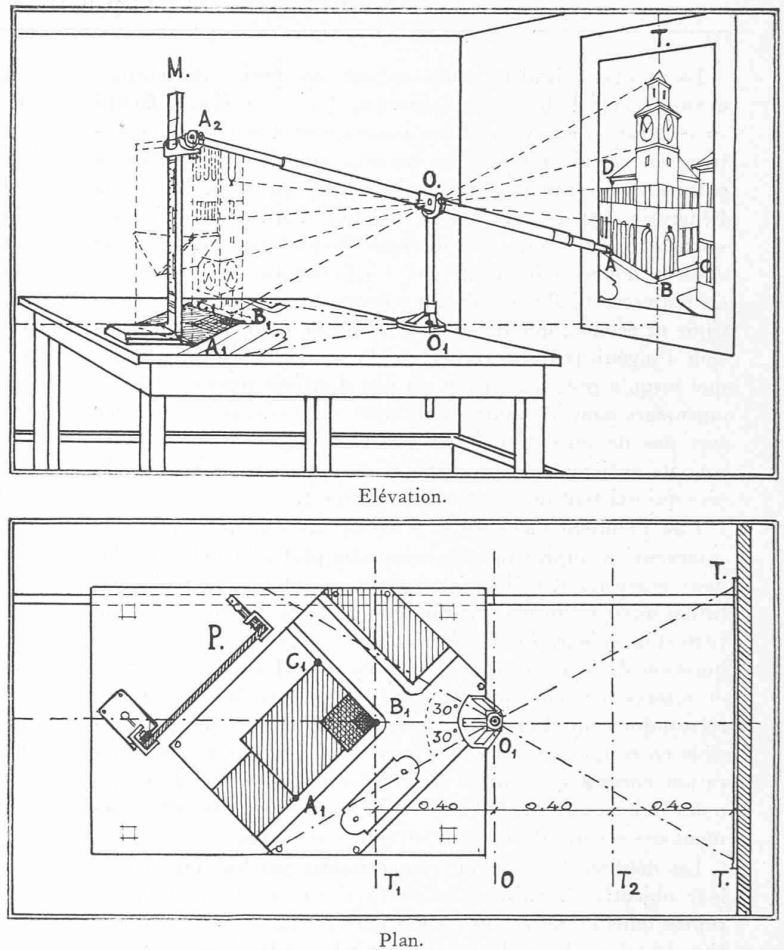
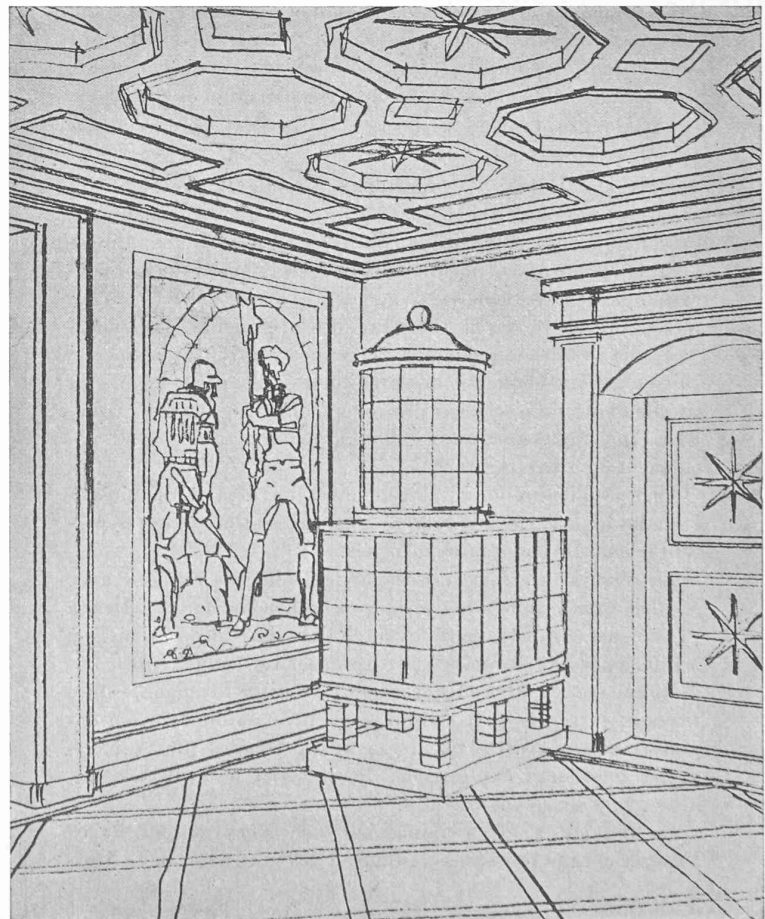

Fig. 1. — Principe du perspecteur à cardan.
Fig. 2. — Intérieur Renaissance. Tracé mécanique sans retouche, figures et décor compris.
1. Le nouveau perspecteur à cardan permet de *mettre rapidement en perspective normale*, tout objet déterminé en plan et en élévation. 2. Cet appareil n'est pas un « instrument de laboratoire ». Il a pour but de *résoudre pratiquement* les problèmes les plus divers. 3. Son emploi n'exige *aucune connaissance de perspective*, il suffit de savoir lire un plan. Le travail le plus compliqué peut donc être exécuté par un apprenti. 4. Comme en photographie, le choix du point de vue dépend uniquement du *sens esthétique et pratique* de l'opérateur (Points de fuite inutilisés). 5. L'appareil donne immédiatement l'image perspective de tout point déterminé géométriquement. Il trace aussi l'image de *toutes les droites ou courbes quelconques*, situées dans un plan horizontal ou vertical. 6. Il permet deux méthodes de travail, l'une scientifique, l'autre artistique : A. *L'exécution à la pointe sèche*, d'une précision remarquable, où les points, perforés par la machine, sont reliés entre eux au té et à la règle ; B. *Le travail au trait*, où l'appareil lui-même esquisse mécaniquement l'image perspective de l'objet (fig. 2). Le perspecteur dessinant sur une surface verticale, *le tracé est visible en tout temps*. 8. En inclinant simplement le tableau, on détermine les *perspectives plongeantes ou plafonnantes* les plus variées. 9. Le tracé *des reflets dans l'eau, dans un miroir*, s'obtient de la manière la plus simple. 10. L'appareil permet d'exécuter directement toute *image à l'échelle désirée*, depuis le format d'une carte postale jusqu'à celui d'une feuille grand'aigle (0,75 m x 1,05 m environ). 11. Enfin, la possibilité d'étudier rapidement, en perspective, un objet quelconque, doit permettre à chacun de *contrôler exactement par la perspective*, toute étude faite en géométral, et cela, non seulement pour les vues d'ensembles, mais pour tous les *détails de construction*. 12. D'autre part, le principe de l'appareil est si simple et logique, que le perspecteur est en même temps *le meilleur des pantographes* et une véritable *machine à dessiner* (fig. 1).
Pour saisir le principe et le mécanisme de ce perspecteur, comparons-le à un appareil photographique où le cardan O (fig. 1) représente l'objectif (œil du spectateur), le tableau : la plaque sensible, et le tube principal : un rayon lumineux.